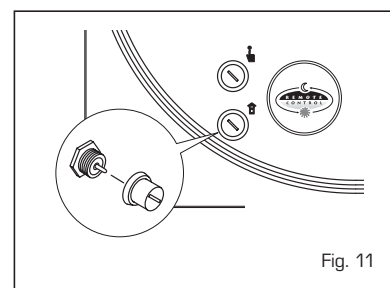

Fig. 11
- **Connettore "Albatros" (15 fig. 11)**
È una sicurezza contro il reflusso dei fumi in ambiente per inefficienza od otturazione parziale della canna fumaria (fig. 11). Interviene bloccando il funzionamento della valvola gas quando il rigetto dei fumi in ambiente è continuo, e in quantità tali da renderlo pericoloso. Per poter consentire la ripartenza della caldaia svitare la copertura del termostato e riarmare il pulsante sottostante. Dopo 10 min. dal riarmo del termostato, la scheda elettronica riattiva la caldaia. Per un ripristino immediato, dopo aver riarmato il termostato, spegnere la caldaia e attendere qualche secondo prima di riaccenderla. Se si dovesse ripetere in continuazione il blocco sarà necessario effettuare un attento controllo alla canna fumaria, apportando tutte le modifiche e gli accorgimenti necessari perché possa risultare efficiente. Dopo ogni intervento effettuato sul dispositivo verificarne il corretto funzionamento. In caso di sostituzione usare solo ricambi originali Sime.